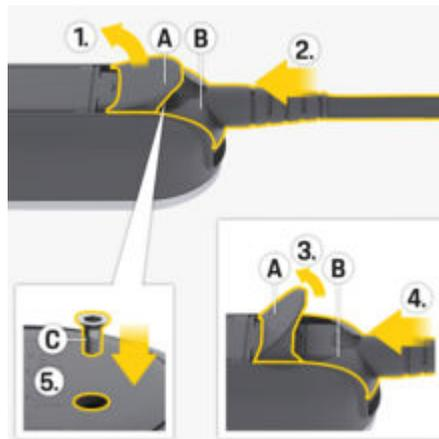

Рис. 14: Закрепление сетевого кабеля и фиксация штекера
1. Откройте крышку **А** (Рис. 14) прим. на 15 градусов (чтобы штекер **В** (Рис. 14) оказался в панели управления).
2. Вставьте штекер **В** (Рис. 14) в панель управления до первого сопротивления.
3. Полностью откройте крышку **А** (Рис. 14).
4. Вставьте штекер **В** (Рис. 14) до конца.
5. Полностью закройте крышку **А** (Рис. 14) и зафиксируйте винтом **С** (Рис. 14).